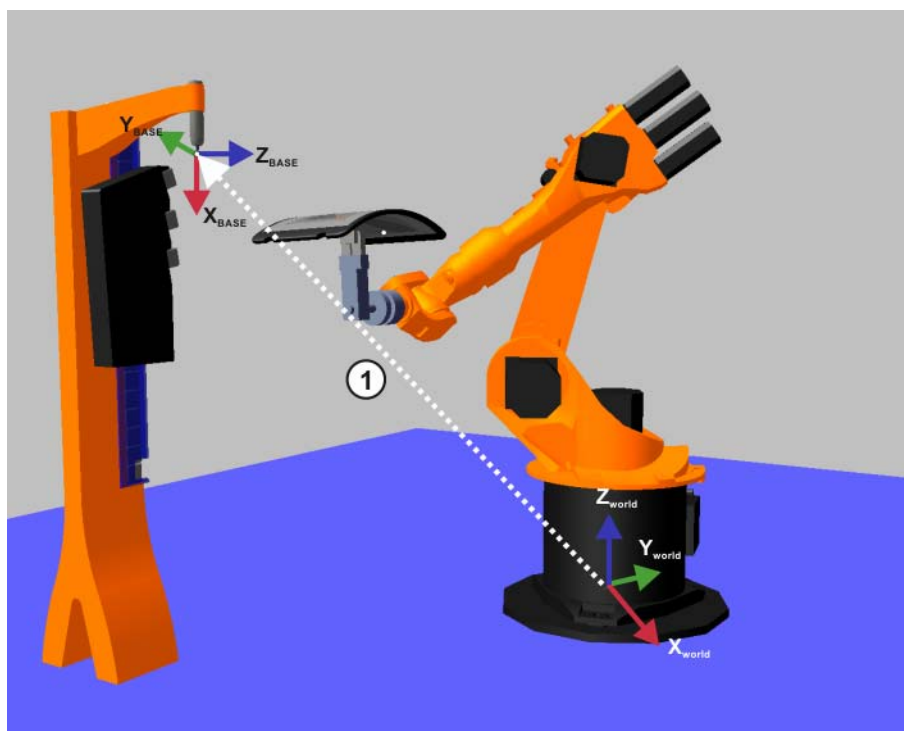

图 3-38: 固定工具的测量
如 (1) (>>> 图 3-38) 所示，以 \$WORLD (或者 \$ROBROOT) 为基准管理外部 TCP，即等同于基坐标系。